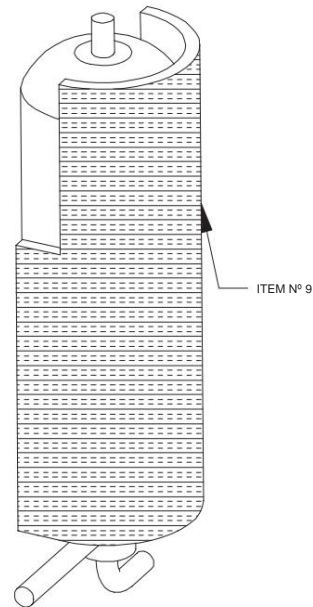

Fig. 8 — Revestimento frontal do economizador
1. Aplique a cobertura frontal do economizador (Item 9) na superfície frontal do economizador, conforme mostrado na Fig. 8. A parte inferior da parte entalhada da cobertura frontal do economizador deve estar alinhada com a parte superior dos suportes do economizador.